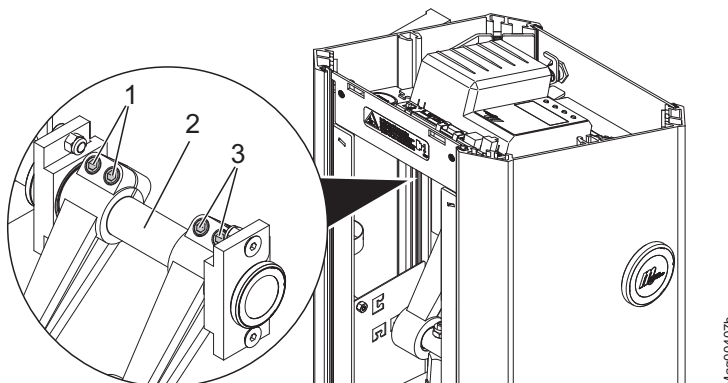
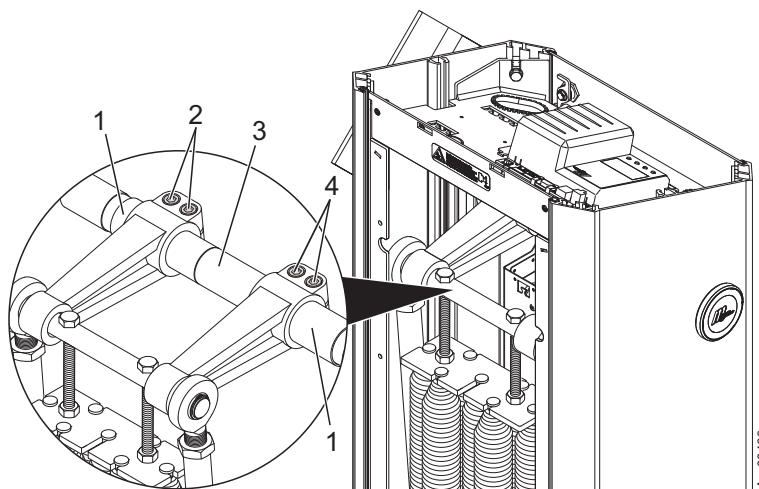

Fig. 31: Access XL løsne unbrakoskruene
Fig. 32: Access XXL løsne unbrakoskruene
→ For Access XL se side 67, Fig. 31 og for Access XXL se side 68, Fig. 32.
10. Utrett bommen ved å dreie skjøteakselen. For Access XL se side 67, Fig. 31 og for Access XXL se side 68, Fig. 32.